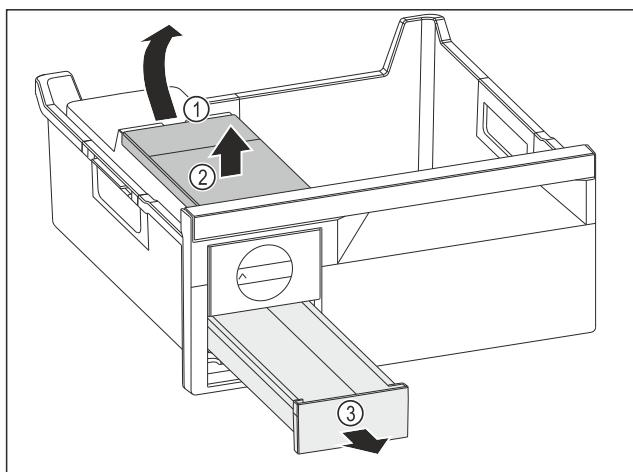

Fig. 73
- Изваждане на резервоара за вода: Повдигнете резервоара за вода при прореза Fig. 73 (1).
- Извадете резервоара за вода Fig. 73 (2) нагоре.
- Извадете чекмеджето за ледени кубчета Fig. 73 (3) напред.